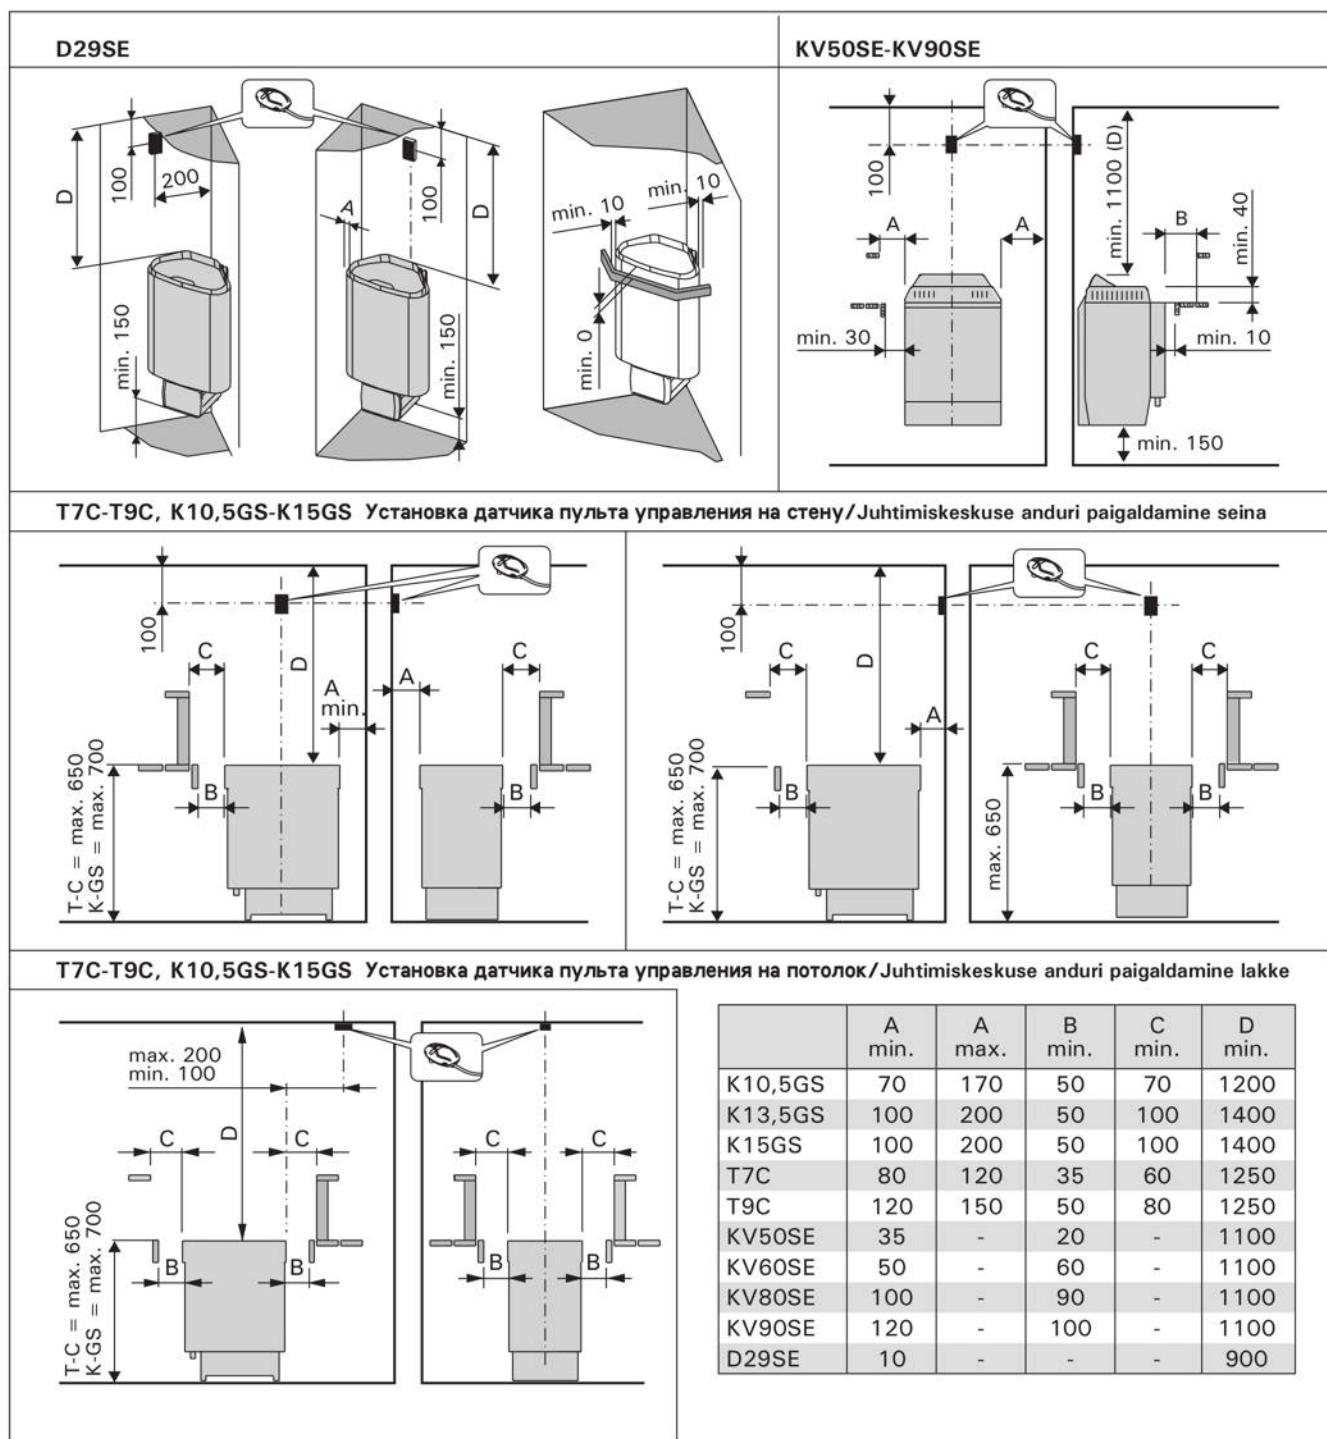
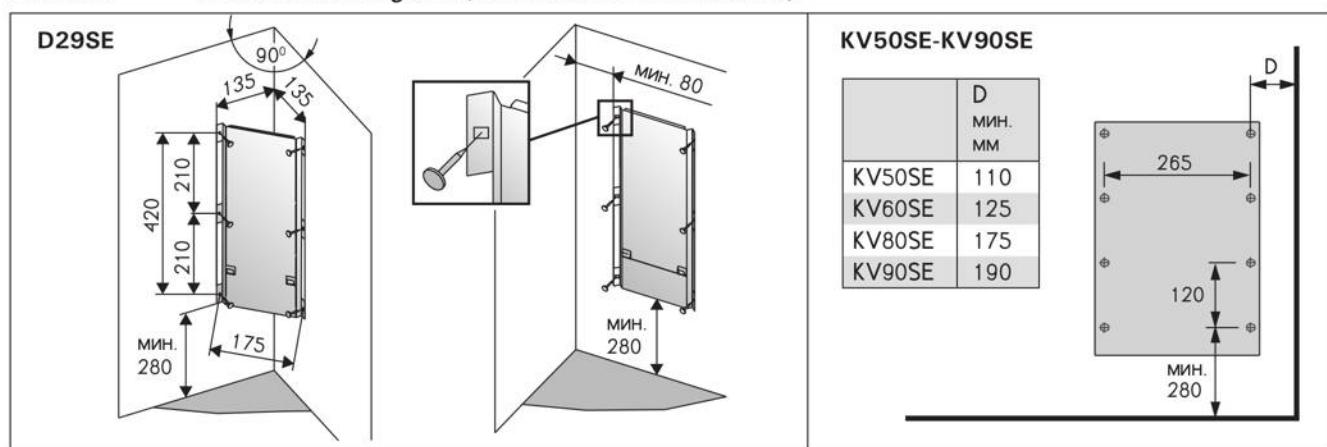

Рисунок 5. *Расстояния безопасности (все размеры приведены в миллиметрах)*
Рисунок 6. *Установка крепёжной рамы (все размеры приведены в миллиметрах)*
- При расположении каменки выполняются условия минимальных расстояний, изображенных на рис. 5 и указанных в таблице 2.
1. Прикрепите установочный кронштейн к стене винтами, входящими в комплект поставки кронштейна. Соблюдайте безопасные минимальные расстояния, указанные на рисунке 5. Установочные размеры кронштейна показаны на рис. 6.
1. С помощью прилагаемых шурупов прикрепите к стене монтажную раму, соблюдая минимальные расстояния, указанные в таблице 2 и на рис. 5. Установка рамы изображена на рис. 6.
Перед установкой необходимо принять во внимание минимальные расстояния до легковозгораемых материалов. См. табл. 2 и рис. 5.
При установке защитного ограждения вокруг каменки следует соблюдать расстояния, указанные на рис. 5 и таблице 2.